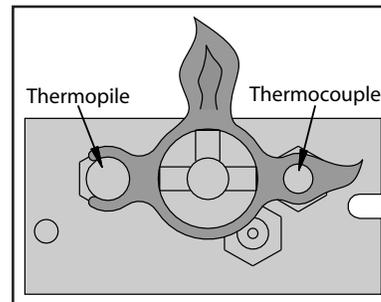

Figure 3: Flamme pilote
1. Éteignez le gaz de la cheminée. **Si cela n'a pas été fait récemment, retirez la vitre et laissez l'appareil s'aérer pendant au moins cinq (5) minutes pour éliminer tout gaz.** Allumez le gaz du radiateur. Testez tous les joints avec de l'eau savonneuse. **N'UTILISEZ JAMAIS DE FLAMME NUE POUR TESTER LES FUITES.**
2. Démarrez la veilleuse en appuyant sur le bouton de contrôle du gaz et en le tournant sur PILOT. Tout en maintenant le bouton de contrôle du gaz enfoncé, appuyez plusieurs fois sur l'allumeur piézo jusqu'à ce que la veilleuse s'allume. Maintenez le bouton de contrôle du gaz enfoncé pendant 30 secondes. Vérifiez que la veilleuse a complètement englouti l'assemblage du thermocouple (voir Figure 3).